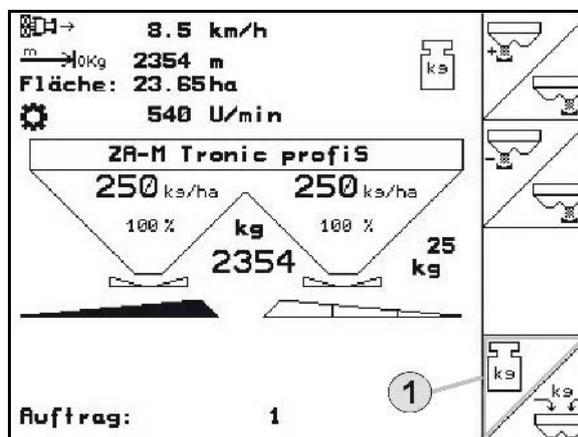

Fig. 63
- 2.1 Desenroscar o parafuso de orelhas (Fig. 63/1) para fixar o disco dispersor e extrair o disco dispersor do veio da engrenagem.
3. Engatar o depósito de recolha (Fig. 63/2), através do estribo (Fig. 63/3), nos suportes (Fig. 63/4 e Fig. 63/5) no quadro.